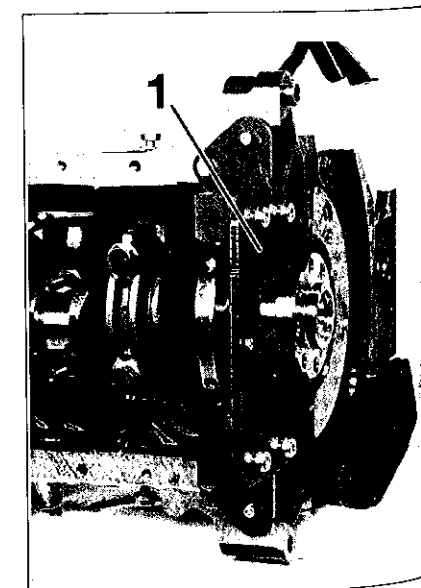

FIG.60
- Monter l'outil (1) de centrage du palier (Fig.60).